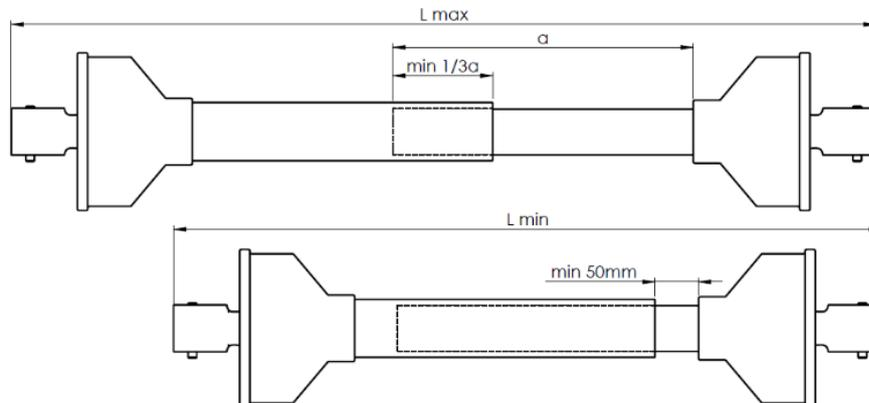

Abbildung 17. Anpassung der Wellenlänge, wenn der Streuer mit dem Schlepper verbunden ist
- Vergewissern Sie sich, dass die Teleskop-Gelenkwelle, die den Antrieb vom Schlepper überträgt, in allen möglichen Positionen des Schleppers in Bezug auf die Maschine ausreichend lang ist (Abbildung 17).